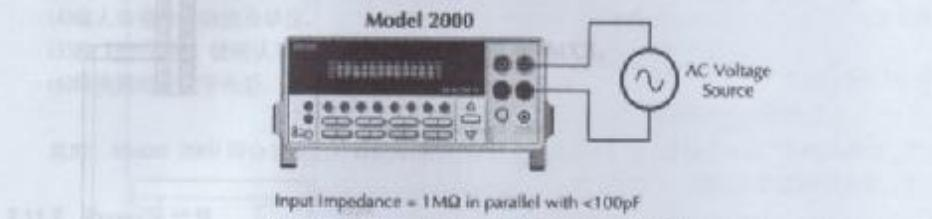

图 2—7 频率和周期测量
- (1) 将测试导线连接到 Model 2000 的前面板或后面板的 INPUT HI 和 LO 端，但注意需将【INPUT】键设定在其相对应的位置。
- (2) 按下【FREQ】或【SHIFT】+【FREQ】=【PERIOD】测量功能键。
- (3) 将导线如图 2—7 连接至待测源。
- (4) 从显示屏读取测量值。